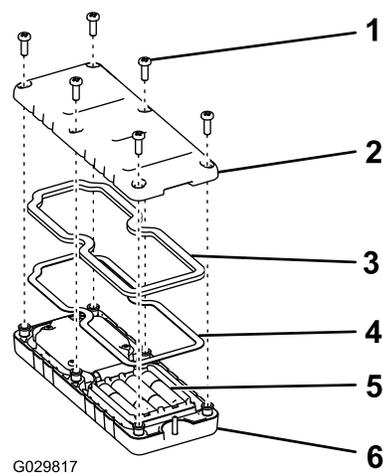

Figura 39
1. Retire os seis parafuso da parte posterior do comando remoto e retire a tampa (Figura 39).
5. Prenda a tampa com os seis parafusos previamente removidos (Figura 39) e aperte-os com uma força de 1,5 a 1,7 Nm.